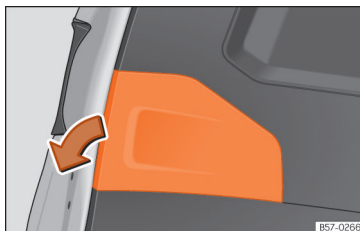

Abb. 116 Geöffnete Heckklappe: Abdeckung entfernen.
1. Nehmen Sie die Abdeckung der Heckklappe in Pfeilrichtung ab »» **Abb. 116**.